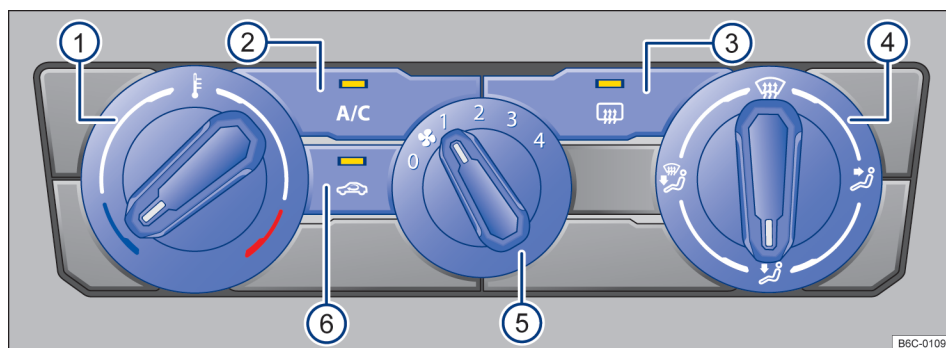

Fig. 81 Mandos del aire acondicionado.
- Girar el regulador de la turbina de aire exterior hacia el nivel 0 → fig. 81 ⑤.
- Presionar la tecla **A/C** → fig. 81 ② ara conectar y desconectar el funcionamiento de la refrigeración.
- Girar el regulador rotativo izquierdo → fig. 81 ①.
- Girar el regulador del ventilador → fig. 81 ⑤. ▶
- Presionar la tecla  → fig. 81 ⑥.
- Girar el regulador de la derecha → fig. 81 ④ para la ubicación deseada.
- Girar el regulador derecha para la ubicación  → fig. 81 ④.
- Presionar la tecla  → fig. 81 ③.